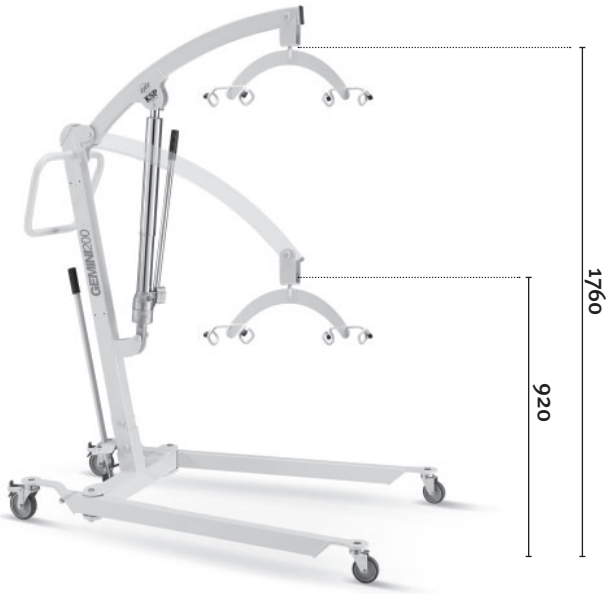

Fig. 12
- Art. N 9604 Lettiga autobilanciante (Fig. 12)